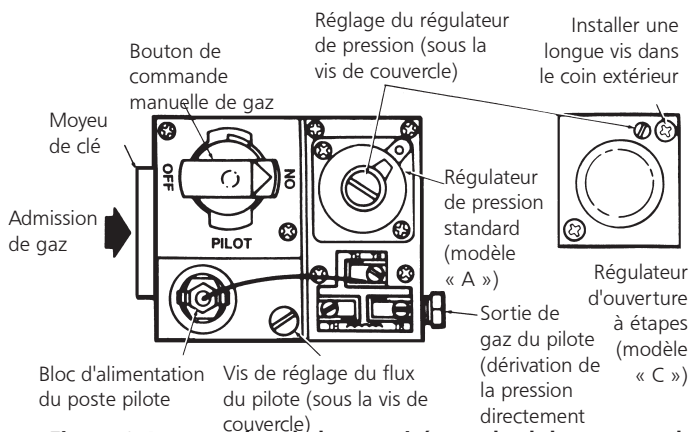

Figure 8. Vue en plan de la capacité standard de commande de gaz.
- Enlevez la vis du couvercle de réglage du pilote. Consultez la figure 8.